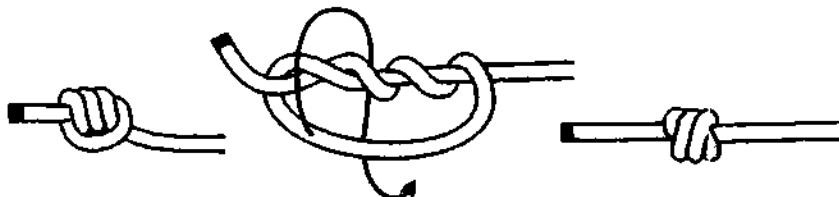
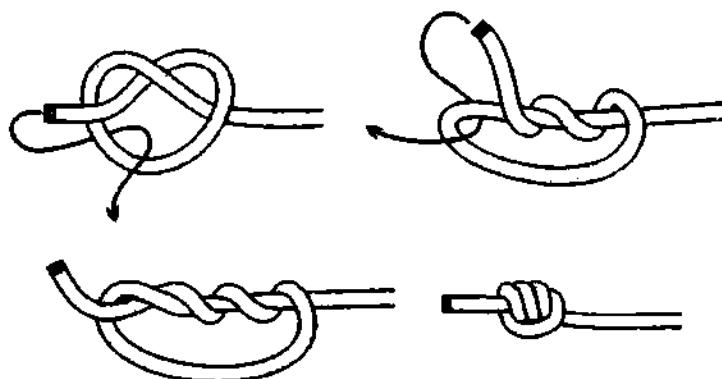

Рис. 77. Превращение одного вида *кровавого узла* в другой.
Рис. 80. 1-й способ вязки кровавого узла.
Форма **кровавого узла** бывает двух видов (рис. 76 А). Вяжутся они разными способами (рис. 80, 81). С виду узлы, завязанные 1-м и 2-м способами, совершенно не похожи друг на друга и воспринимаются как совершенно разные узлы, но на самом деле это один и тот же узел. Чтобы убедиться в этом, достаточно расправить, к примеру, **тройной простой узел**, завязанный 1-м способом (рис. 77). В итоге получится **тройной простой узел**, завязанный 2-м способом. Узел деформируется, но его деформация на крепость никак не влияет. **Кровавый узел**, завязанный по-разному, различно выглядит и на опоре, на которой имеет разные свойства и названия. Если мы «оденем» на опору **двойной простой узел**, завязанный 1-м способом, то получится **гафельный узел**, если же завязанный 2-м способом – **питонов узел** (рис. 76 Б).
**1-й способ вязки кровавого узла.** Ходовой конец каждый раз пропускается вовнутрь петли (рис. 80). После завязывания узла, все шлаги сдвигаются к краю петли, обтягиваются и узел выравнивается.